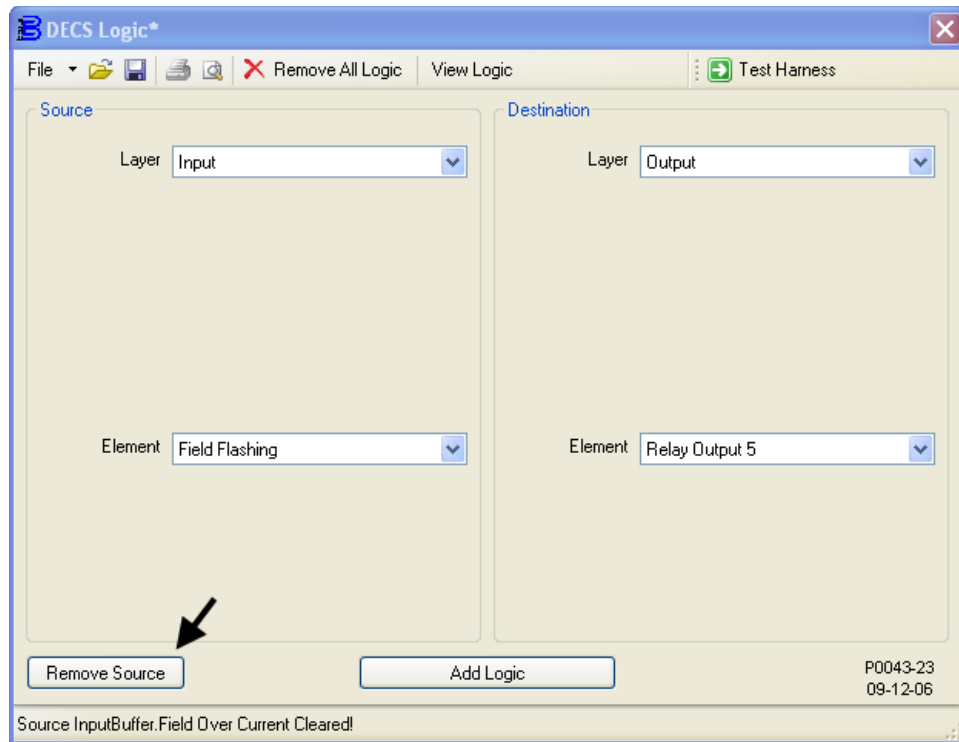

Figura 9-19. Eliminar OutputBuffer - InputBuffer.Field Flashing ---> Relay Output 5
- La Figura 9-19 muestra los ajustes de la ventana DECS Logic (Lógica de DECS) asociados a este paso. Desconecte el búfer de entrada Buildup Active (Aceleración activa) del búfer de salida Output Relay #5 (Relé de salida n.º 5). En la Tabla 9-2, esta asociación se identifica como "DESTINATION (DESTINO): OutputBuffer – InputBuffer.Field Flashing → Relay Output 5".